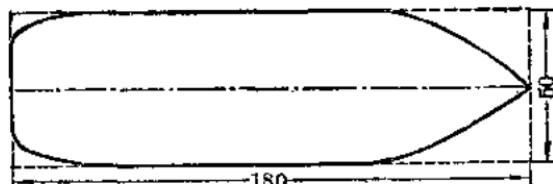

图 1
i. 在削船体时，为了使船体平衡，可先在木块上划一条中心线（图 1），然后再行削制。
ii. 削制时将长方形木块，按图 1 削成船体状，船头部分削尖，船尾部分略为削去方角即可。船体底部为了减少船体在水中行进时的阻力，可以削成逐渐向中线尖斜，尤其是头部，更需陡斜一些，如图 2 所示。